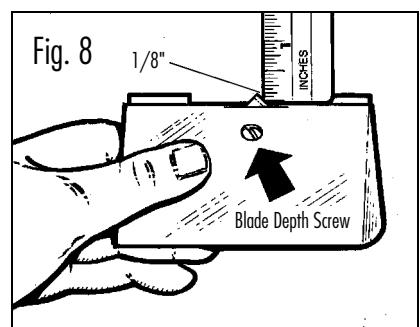

Fig. 8
- 1 Draai schroef naar binnen om de diepte te verminderen Of draai schroef naar buiten om diepte te vergroten (Fig .8).